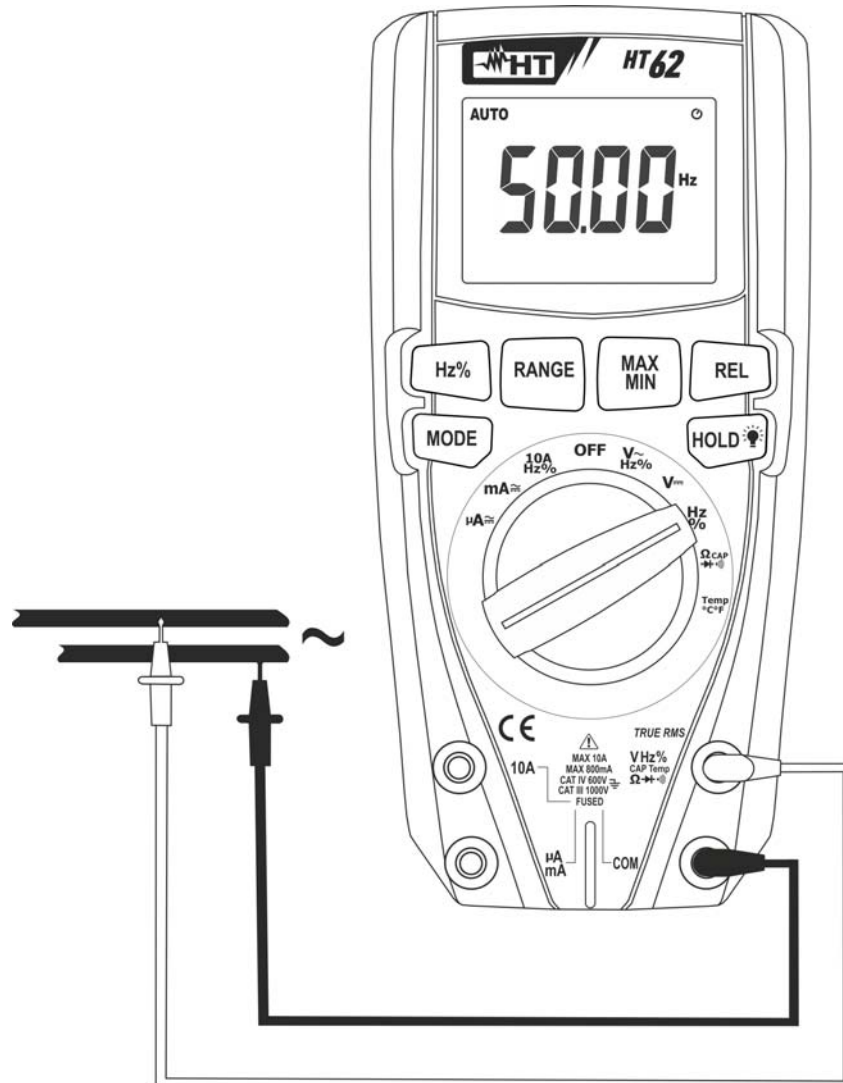

Fig. 4: Uso dello strumento per misura di Frequenza e Duty Cycle
4. Posizionare il puntale rosso ed il puntale nero rispettivamente nei punti del circuito in esame (vedere Fig. 4). Il valore della frequenza (Hz) o duty cycle (%) è mostrato a display. La barra grafica non è attiva in queste funzioni